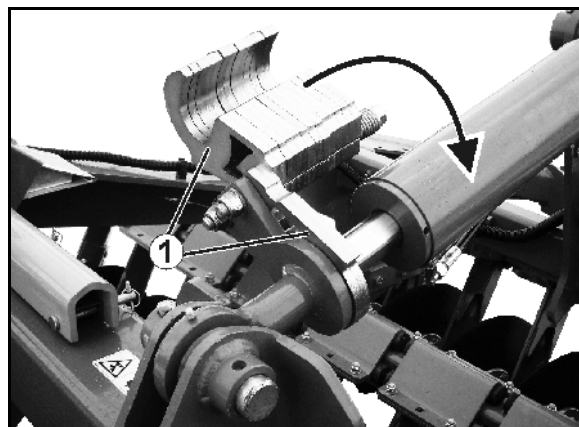

Рис. 36
Механическая регулировка рабочей глубины изменением количества дистанционных упоров (Рис. 36/1) на поршневом штоке.
Гидравлическая регулировка рабочей глубины с помощью шкалы (Рис. 36/1).
- Переведите стрелку (Рис. 36/2) в направлении цифры 0.
- Переведите стрелку (Рис. 36/2) в направлении цифры 12.